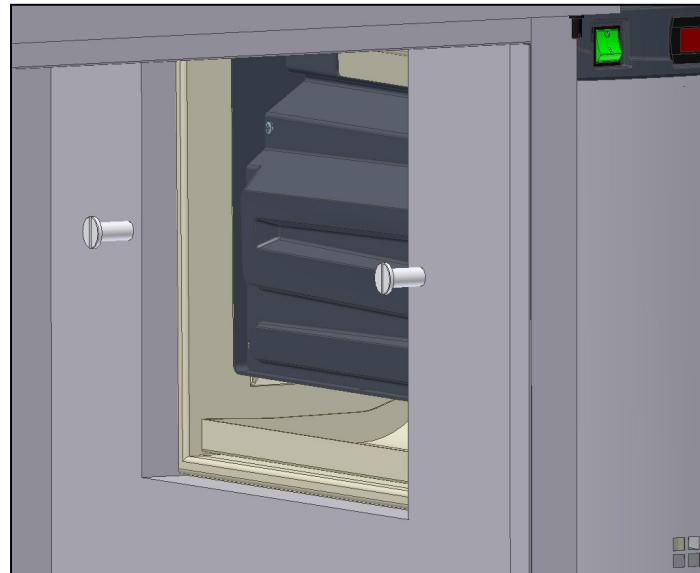

Fig. 14
- Serrer le V6 avec 2 bagues, par l'intérieur du panneau latéral droit (Fig. 14) :